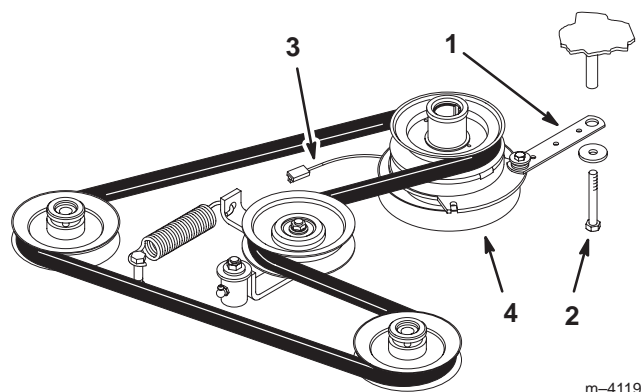

Figure 2
1. Déposez la barrette de l'embrayage (Fig. 2).
2. Débranchez le connecteur de l'embrayage (Fig. 2).
8. Posez la barrette de l'embrayage (Fig. 2).
9. Branchez le connecteur de l'embrayage (Fig. 2).